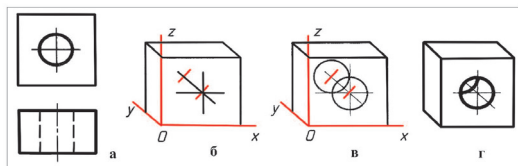

Рис. 2. Построение фронтально диаметрической проекции
Если на аксонометрическом изображении некоторые элементы, например, окружности (рис. 2), хотя бы сохранили неизменными, то применяют фронтально диаметрическую проекцию. Построение фронтально диаметрической проекции детали с цилиндрическим отверстием, два вида которой даны на рисунке 2 а, выполняют так:
1. Пользуясь осями x , y , z , строят тонкими линиями очертания внешней формы детали (рис. 2, б).
3. Из полученных точек, как из центров, проводят окружности, диаметр которых равен диаметру отверстия (рис. 2, в).
4. Удаляют лишние линии и обводят видимый контур детали (рис. 2, г).